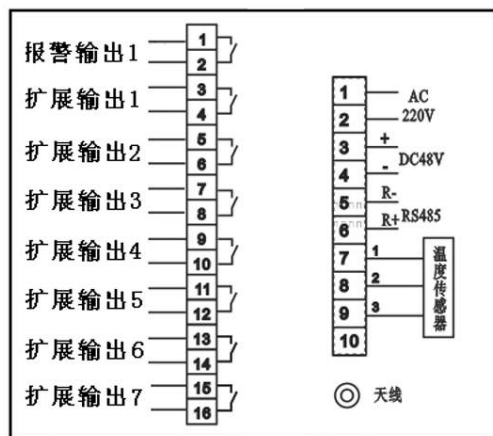

图1端子接线说明
- 2) 按照测量主机接线图（图1），接入AC220V后，装置显示开机界面，10S后系统进入监控状态。当电缆头温度超出设定值时报警接点闭合接通。